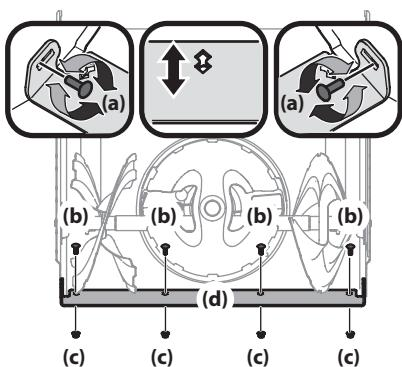

Figura 2-55
- Afloje los pernos posteriores de las zapatas antideslizantes (a) a ambos lados de la caja del equipo y extraiga los pernos de carro (b) y las tuercas hexagonales (c) que sujetan la placa de raspado (d) a la caja de la barrena. Vea la Figura 2-55.
- Regule la placa de raspada en una de las 2 posiciones de montaje. Vuelva a instalar y apriete bien los pernos de carro (a) y tuercas hexagonales (c). Consulte la Figura 2-55.